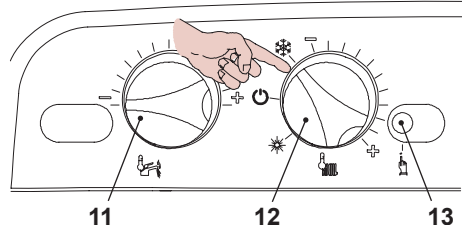

Рисунок 6.7
- Поверните переключатель функций 12, как показано на рисунке Рисунок 6.7.